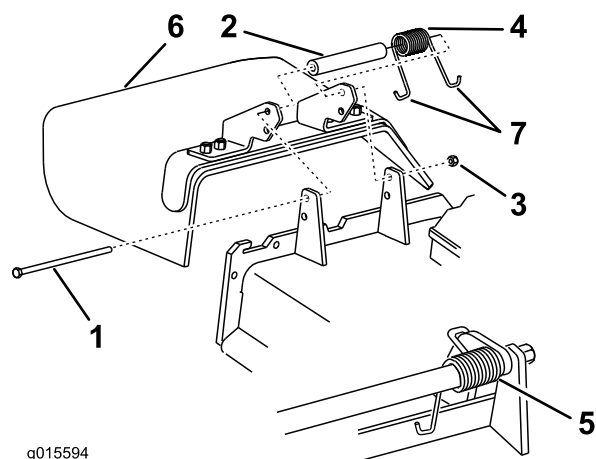

Figure 100
1. Retirez le contre-écrou, le boulon, le ressort et l'entretoise qui fixent le déflecteur aux supports de pivot (Figure 100).
2. Enlevez le déflecteur s'il est endommagé ou usé (Figure 100).
Remarque: Prenez soin de placer 1 extrémité en J du ressort derrière le bord du tablier avant de mettre le boulon en place, comme montré à la Figure 100.
6. Accrochez l'extrémité en J du ressort au déflecteur d'herbe (Figure 100).